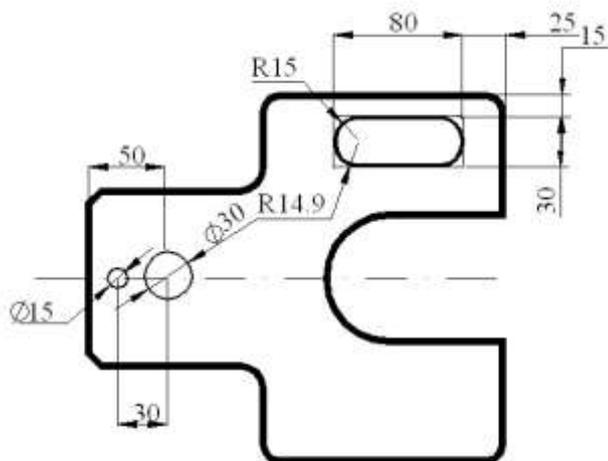

Рис. 84
10. Команда **Зеркало** (Mirror) строит зеркальное отражение объекта (рис. 84).
- центр круга или [Центр круга/3Т/2Т/ККР (кас кас радиус)]: выбрать необходимую опцию. Начертить отверстия  $\varnothing 30$  и  $\varnothing 15$  (рис. 84).